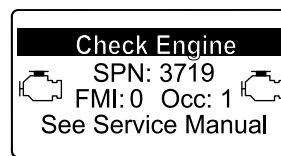

Figura 47
- Advertencia del motor SPN 3719, FMI 0 (Figura 47)